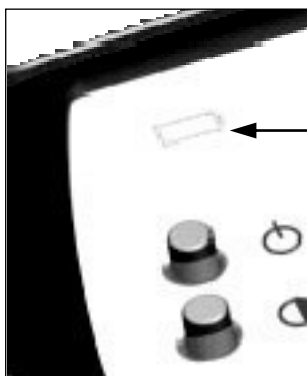

Fig. 2.0
- ☞ El LED de indicación **“Charge”** de la parte frontal se ilumina si las baterías están cargándose (véase fig.2.0)